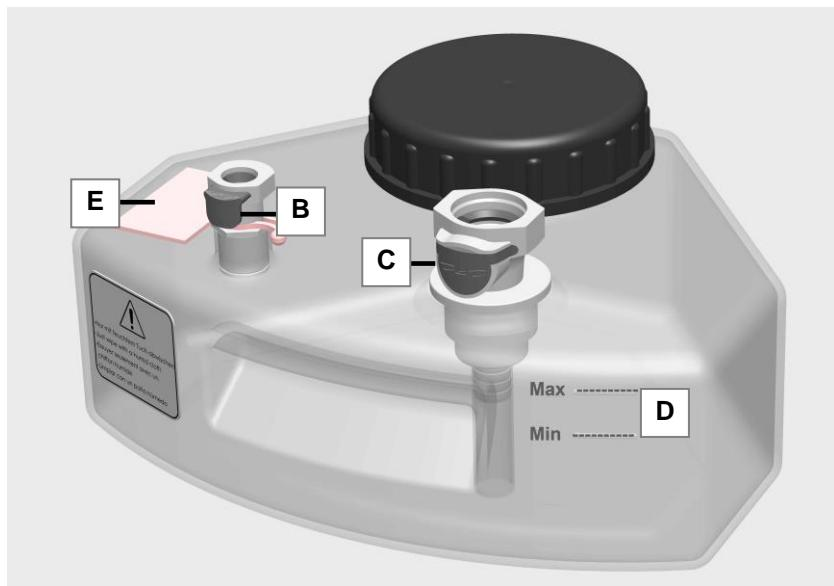

Fig. 4.4.3 Depósito de medios
Para permitir la asignación individual y la identificación de los medios introducidos, los depósitos de medios disponen de placas de rotulación desmontables (Fig. 4.4.3.E).
2. Desbloquee las válvulas de cierre de las conexiones de tubo. Pulse respectivamente el botón de desbloqueo de la válvula de cierre del depósito de medios (Fig. 4.4.3.B/C) y extraiga simultáneamente hacia arriba la conexión de tubo de la válvula de cierre.
4. Abra la tapa rosada y llene el depósito de medios con el medio de limpieza adecuado hasta un nivel de llenado entre las marcas Min – Max (Fig. 4.4.3.D).
Para garantizar un funcionamiento correcto de la máquina de limpieza y obtener un resultado de limpieza óptimo, el nivel de llenado de los medios debe encontrarse siempre entre las marcas (Fig. 4.4.3.D):